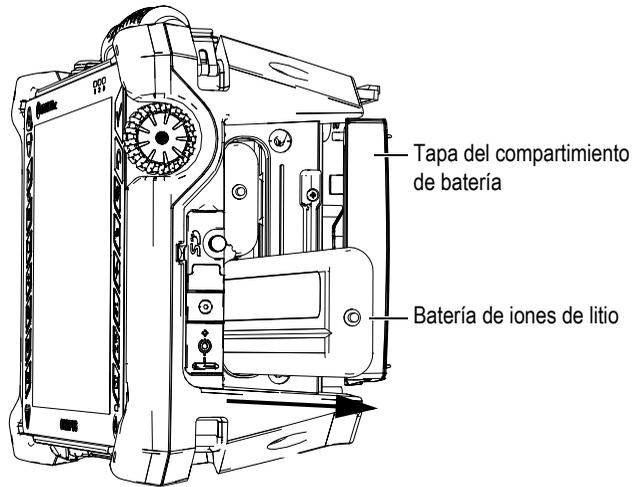

Figura 2-5 Extracción de una batería de iones de litio
2. Tire de la lengüeta de fibra para retirar la batería (vea la Figura 2-5 en la página 48)